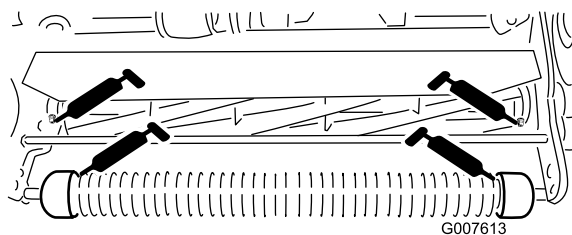

図 16
- ・ 前ローラ（2ヶ所）（図 16）
- ・ リール・ベアリング（2ヶ所）（図 16）